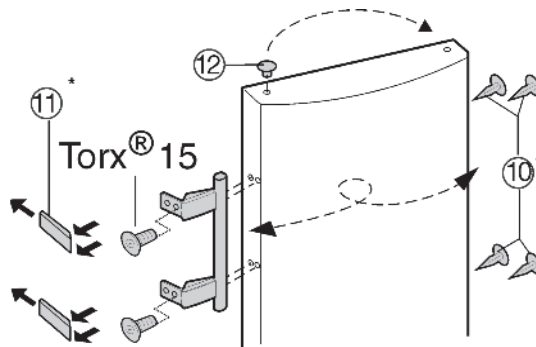

Рис. 6
- ▶ Снимите стопор Рис. 6 (12) с несущей втулки и переместите его.
- ▶ Снимите ручку дверцы, стопоры Рис. 6 (10) и нажимные пластины Рис. 6 (11) и перевесьте их на другую сторону.